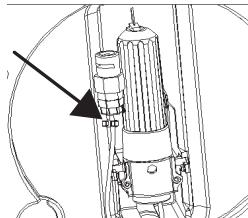

Fig.9
1. Lägg CO₂-anslutningsslansen bredvid CO₂-patronhållaren. Ingen av dessa båda komponenter behövs för Heineken-fat (fig. 9).